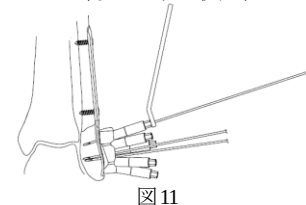

図11
- 11) ガイドブロック上の最近位ドリルスリーブにガイドピンスリーブを挿入し、13 ガイドピンを刺入します。ガイドピン先端が内側皮質を貫通しないよう、イメージ下で確認しながら刺入して下さい。（図11）